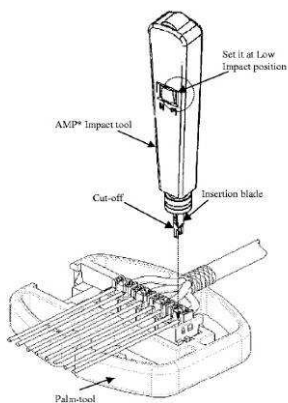

Figure 3 / Abbildung 3
5. Insert the edge connector into palm tool (PN 569949-1) as shown in figure 3.
7. Terminate the wires only with Tyco Electronics tool PN 346859-1 (standard) or 1375308-1 (long life). Ensure, that the tool is set for "LO" impact force (see figure 3).
5. Randsteckverbinder in die Haltematrize (PN 569949-1) einsetzen (siehe Abbildung 3).
7. Adern mit Originalwerkzeug 'Standard Tool' (PN 346859-1) oder 'Long Life Tool' (PN 1375308-1) terminieren (Werkzeug in „LO“-Einstellung (siehe Abbildung 3).